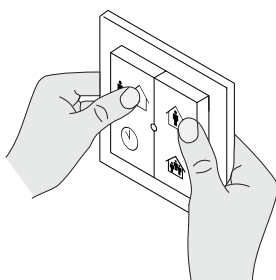

Fig. 7
2. Appuyer sur les deux touches supérieures ou les deux touches inférieures et les maintenir enfoncées (fig. 7).